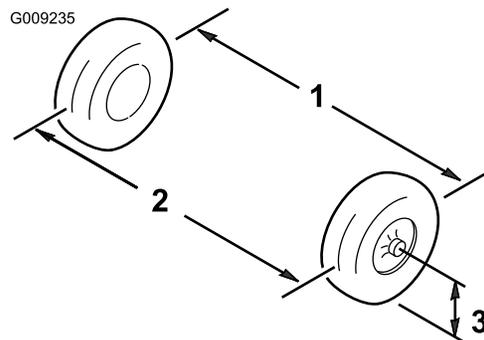

Figure 54
6. Mesurez la distance entre les roues avant à hauteur d'essieu, à l'avant et à l'arrière des roues (Figure 54).